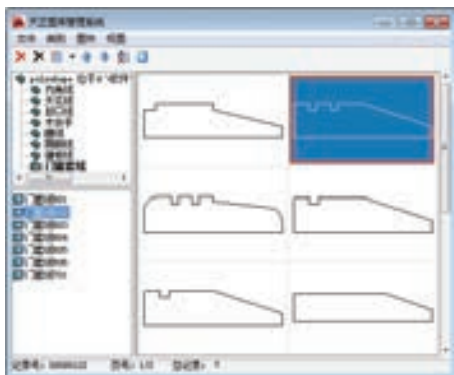

图 5-74 “天正图库管理系统”窗口
3) 单击该按钮, 打开“天正图库管理系统”窗口, 在其中选择门窗套线截面, 结果如图 5-74 所示。